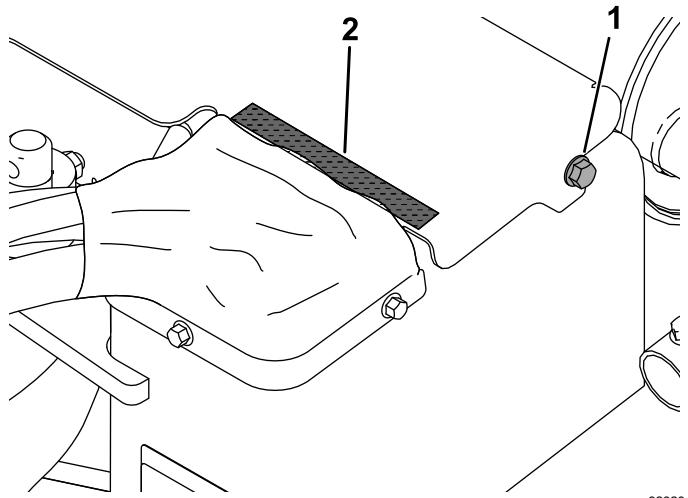

Figura 14
9. Fissate la copertura idraulica utilizzando 1 bullone (5/16" x 1 1/4", precedentemente rimosso), come illustrato nella Figura 14.
10. Pulite la superficie della copertura idraulica in cui state facendo aderire la striscia di fissaggio (Figura 14).
11. Togliete il supporto dalla striscia di fissaggio a gancio e anello rimanente e fatela aderire alla copertura idraulica (Figura 14).